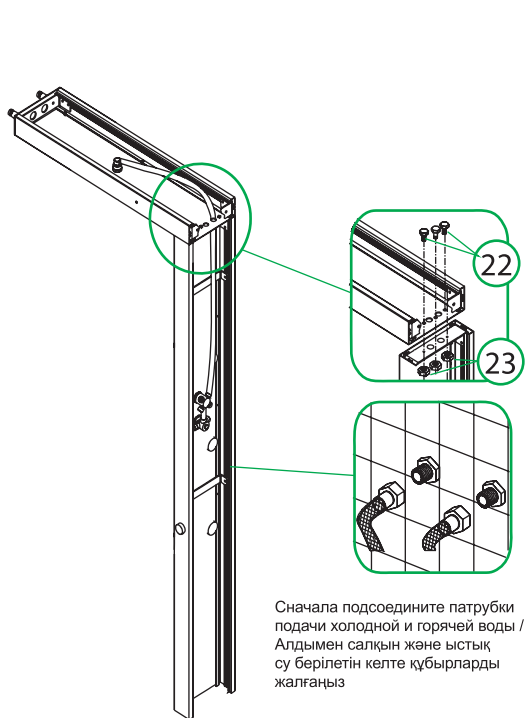

Рис. 4 / 4-сур.
1. Установите центральную алюминиевую панель (рис. 4, 5).